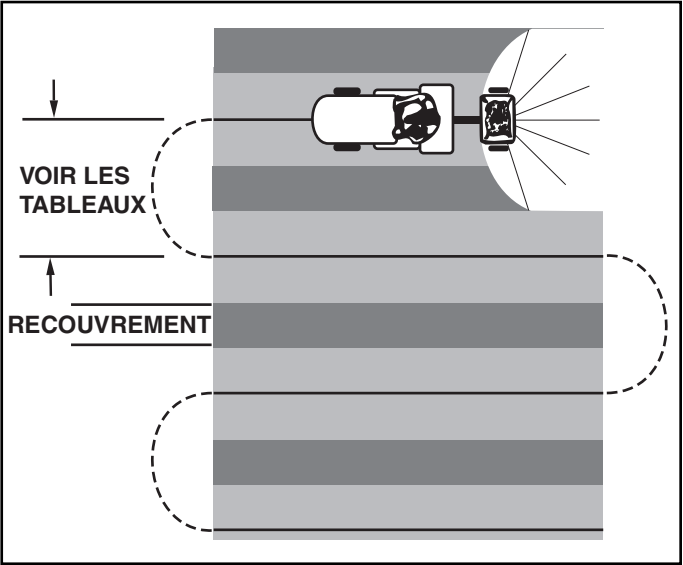

FIGURE 16
- 8. Pour assurer un épandage uniforme, effectuez chaque passe de sorte que sa couverture recouvre légèrement celle de la passe précédente, comme indiqué par la Figure 16. Les largeurs approximatives de couverture pour différents produits sont indiquées dans le tableau d'application ci-contre.